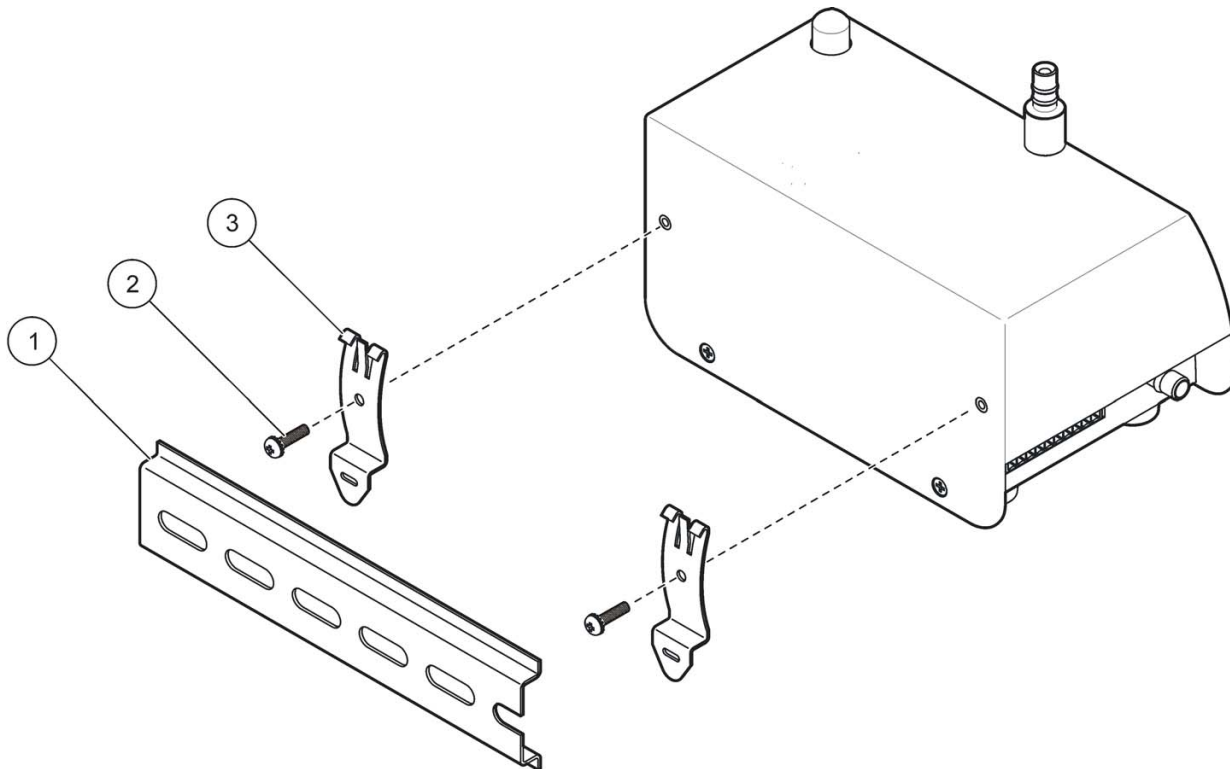

Abbildung 7 DIN-Schienenmontage
1. Bringen Sie die 2 Befestigungsclips mit den mitgelieferten Schrauben am Zähler an (Abbildung 7).